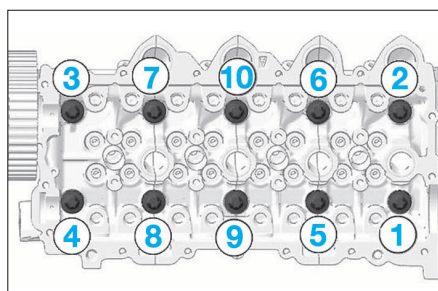

FIG. 83
- Desserrer les vis de fixation de la culasse selon l'ordre indiqué (Fig.83).